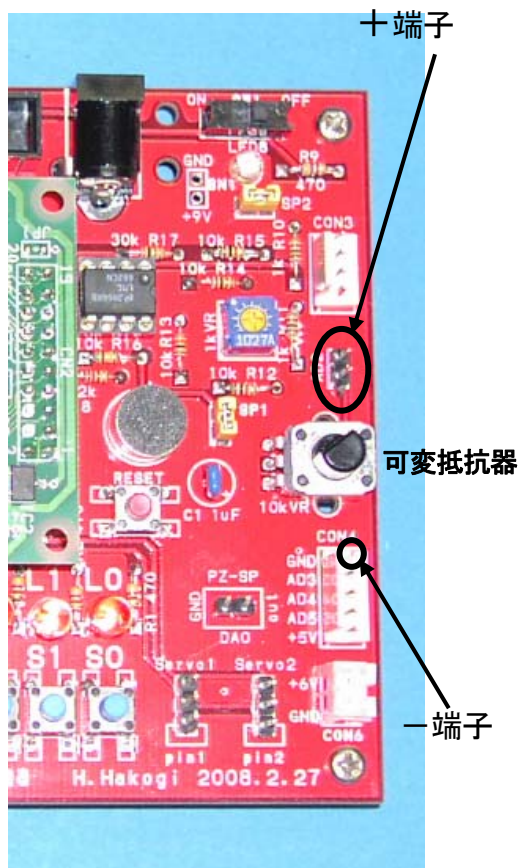

図 4 ボード拡大写真
- 1) 図 4 はボードの拡大写真で、可変抵抗に 5V の電圧を加えおり、中間端子からは、つまみの回転角に比例した電圧を出力します。この出力はポート P7-2 に接続してあります。図 4 の + 端子 AD2 が P7-2 からの引き出した端子で（直流電圧の 1.2V レンジにした）テストのテストリード(黒)を図 4 の - 端子(GND)、赤側を + 端子に接続します。
- 4) パソコンのモニタに表示された値を選択し、コピー&ペーストで Microsoft Excel に貼り付けます。Excel に取り込んだデータをグラフ (散布図) 化し、近似曲線の追加機能を使い、近似直線と式を記録します。また、作成するグラフの例を図 4 に示します。
- 課題 1** 上記の実験を行い、実験の結果を表 2 と図 4 に習ってまとめ、報告しなさい。また、この実験結果について考察しなさい。(VR\_servo.c を利用する)